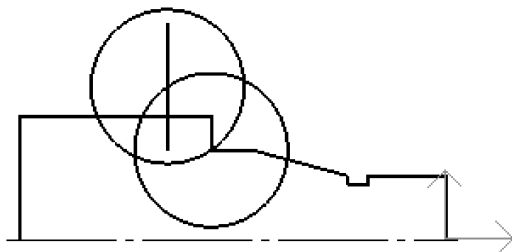

图 8-3 绘制圆弧轮廓
3) 绘制 R18mm 圆弧。在菜单栏中选择【绘图】→【圆】命令, 或者单击【绘图工具】工具栏中的 $\odot$ 按钮, 在弹出的立即菜单中选择【圆心_半径】、【半径】和【无中心线】选项, 状态栏中提示圆心点应在绘图区, 捕捉 $\phi 36\text{mm}$ 辅助圆与辅助线的交点, 单击【确定】按钮, 设置【半径】为“18”单击【确定】按钮, 即可绘制出 R18 圆弧, 如图 8-3 所示。